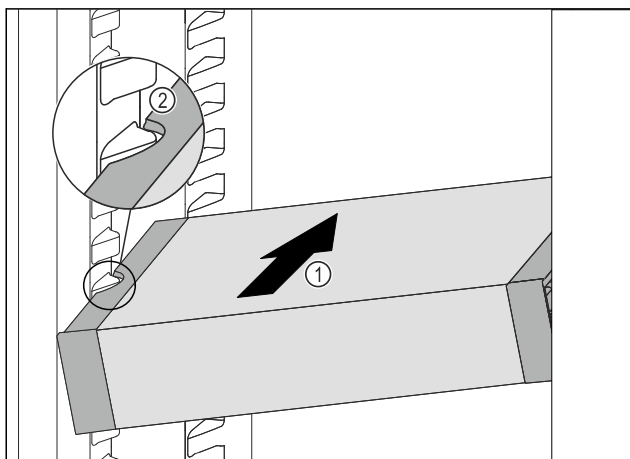

Fig. 131
- 将 VarioSafe 斜插入冷藏区中 Fig. 131 (1)，直至 VarioSafe 的侧部凹槽 Fig. 131 (2) 与冷藏区中的容器肋梁持平。